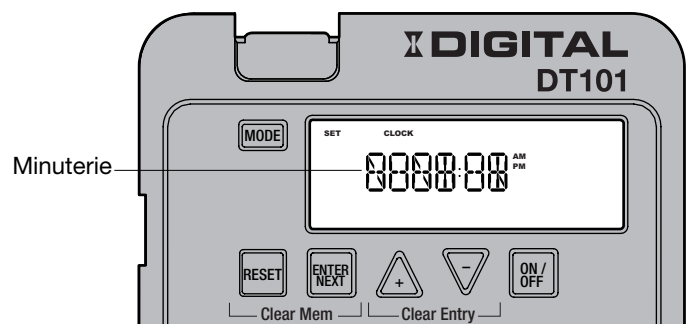

FIG. 8 Réglage de l'heure
1. Si nécessaire, appuyez à plusieurs reprises sur le bouton **MODE** jusqu'à ce que les mots SET et CLOCK (RÉGLER et HORLOGE) s'affichent dans la partie supérieure de l'écran. Voir la FIG. 8.